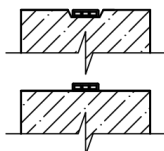

Рис. 2
**КТтрон-Гидрошнур НП** может укладываться как на ровные поверхности, так и в предварительно сформированную штрабу (рис. 2).